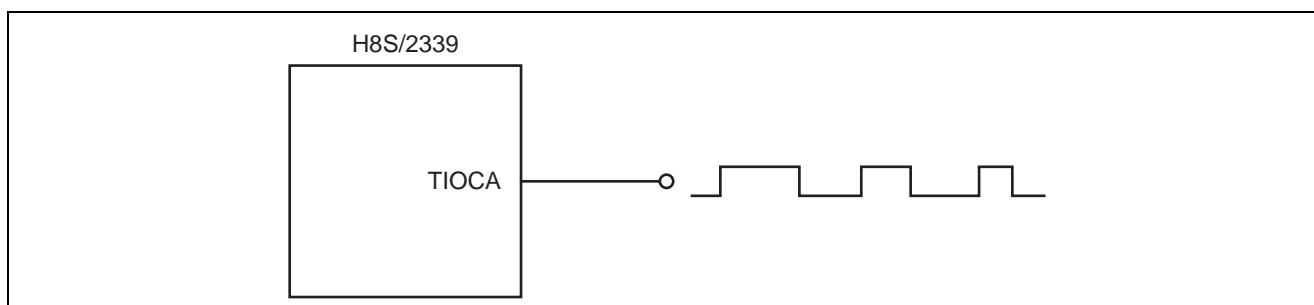

図 1 TPU のバッファ動作による PWM 波形の出力例
- 図 1 に示すように，パルスの High 幅および Low 幅を変化させた PWM 波形を出力します。